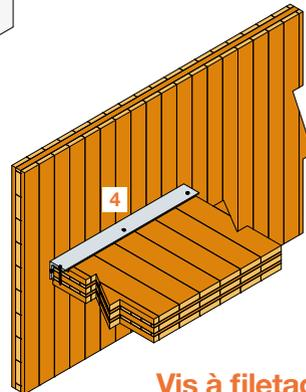

Fig. 3
- lorsque la muralière est en acier, la fixation s'effectue avec les vis **ESCRHRD** (fig. 3).